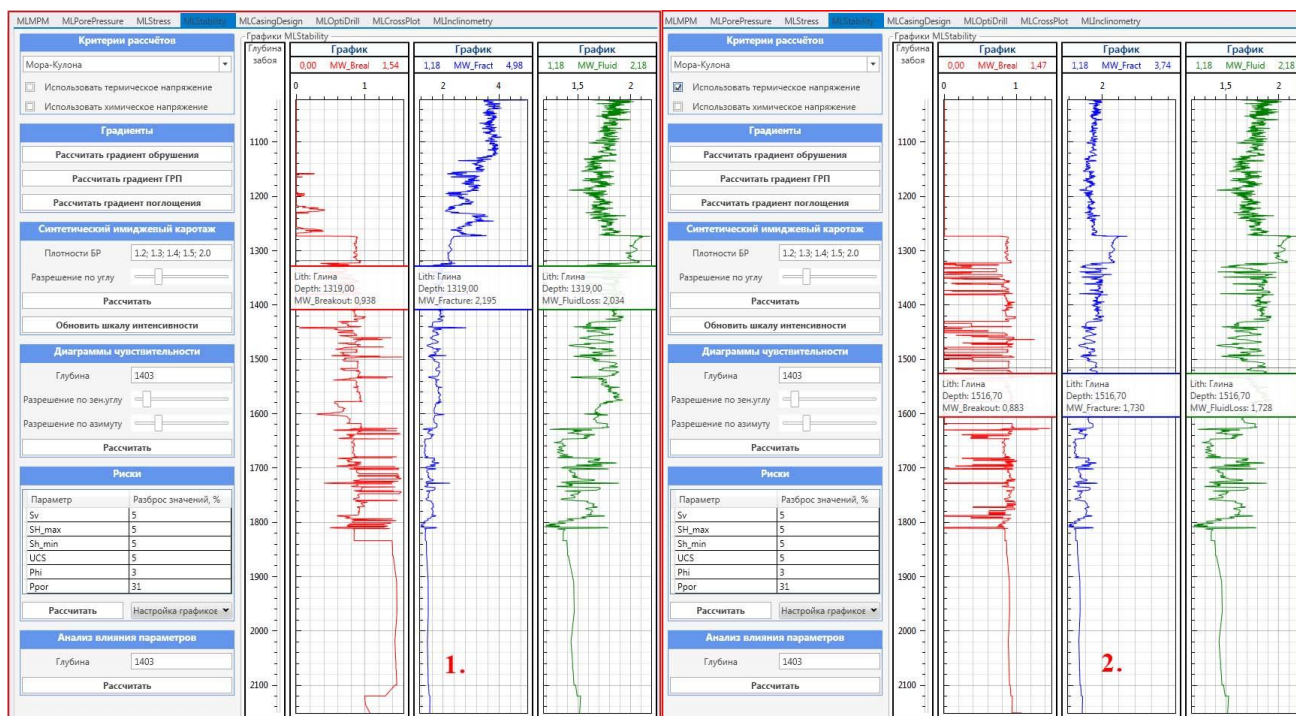

Рисунок 50 Модуль MLStability. Расчёт градиентов. 1. без учёта термического напряжения. 2. с учётом термического напряжения
1. Расчёт градиентов обрушения, ГРП, поглощения. Для расчётов пользователю необходимо выбрать один из доступных критериев: Мора-Кулона, Можи-Кулона, Другера-Прагера, Ладе и далее нажать последовательно кнопки: «Расчет градиента обрушения» → «Расчет градиента ГРП» → «Расчет градиента поглощения». При наличии данных о термическом и химическом напряжениях, при расчётах возможно указать необходимость их использования. После каждого нажатия запускается расчёт. Эти процессы могут занять некоторое время в зависимости от объема входных данных и производительности компьютера. Полученные данные отображаются в рабочей области программы в графическом виде (Рисунок 50).